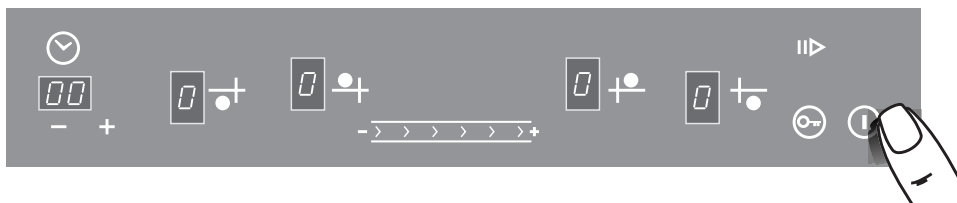

Рис. 11
Коснуться зоны со знаком «①». Во всех окнах индикации конфорок загорится «0» (рис. 11).